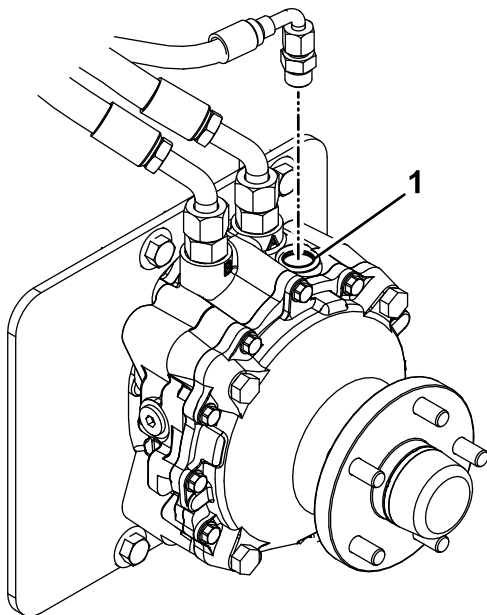

Figura 69
9. Rimuovete il tappo del foro di riempimento nella parte superiore di ogni motore della ruota (Figura 69).